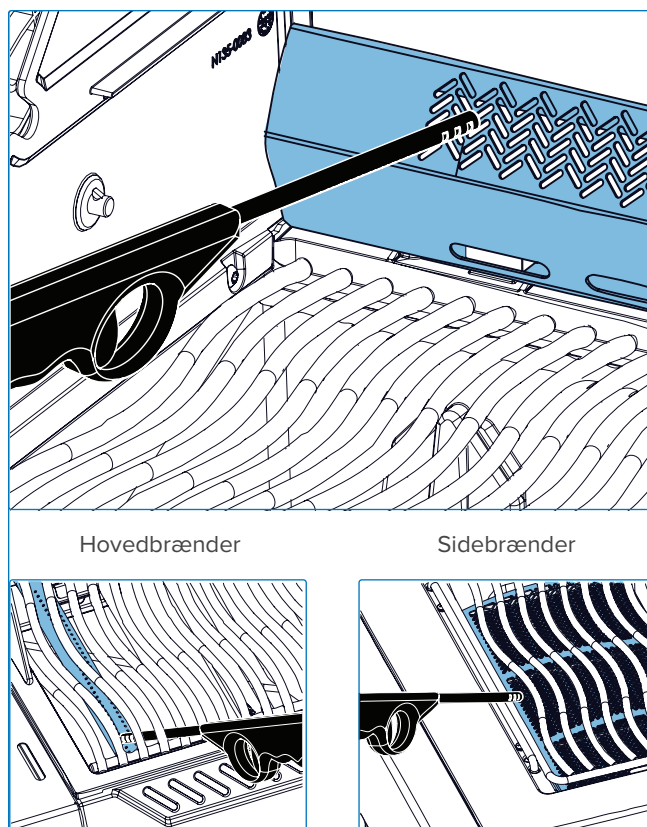

Fig. 8
3. Drej den tilsvarende brænderknap mod uret til HØJ position, indtil den tænder **(Fig. 8).**